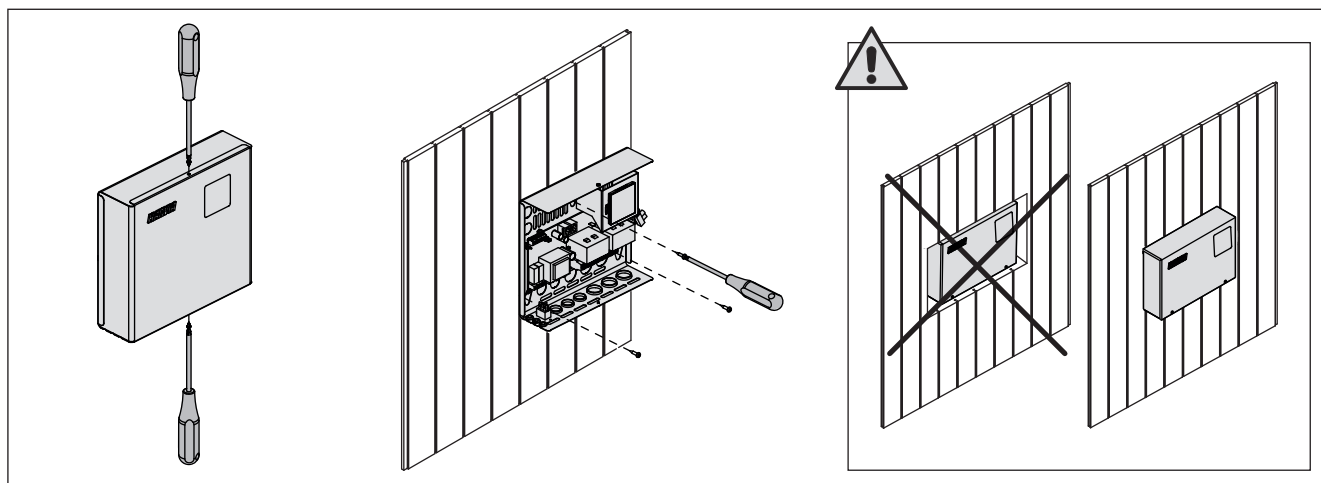

Рис. 7. Открывание крышки блока питания и его крепление к стене
Блок питания устанавливается за пределами парильни в сухом месте с температурой окружающего воздуха  $>0^{\circ}\text{C}$ . На рис. 7 приведены инструкции о том, как открыть крышку блока питания и прикрепить его к стене.
**Внимание! Не устанавливайте блок питания в стену или заподлицо, так как это может вызвать перегрев внутренних компонентов блока и привести к его поломке. См. рис. 7.**